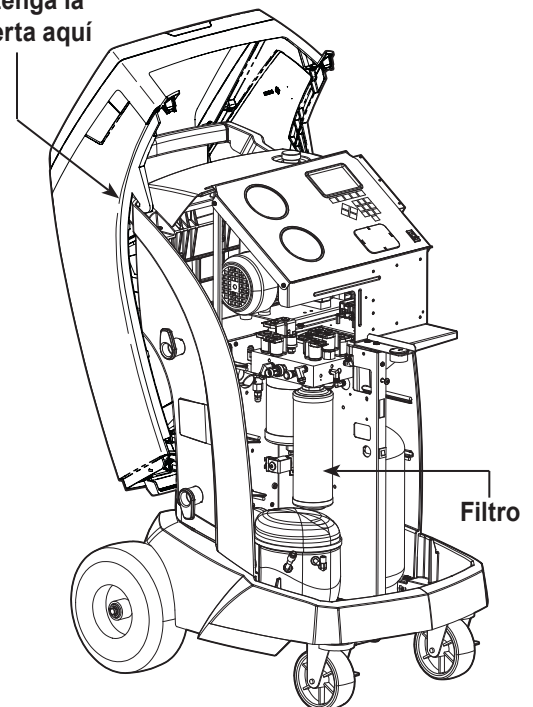

Figura 9
3. Sostenga la cubierta en la parte posterior de la máquina como se muestra en la Figura 9.